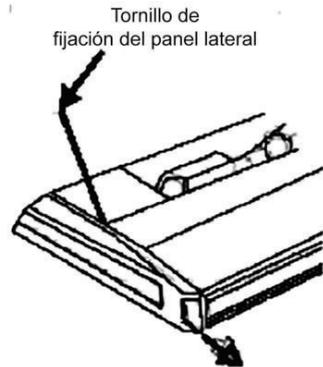

Fig.3
* Saque el tornillo de fijación del panel lateral y tire hacia el frente (sentido de la flecha) para extraerlo. Tornillo de fijación del panel lateral. (Vea la Fig.3)